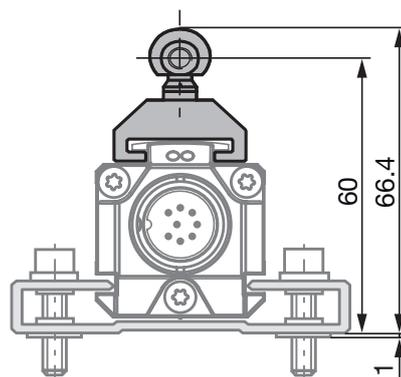
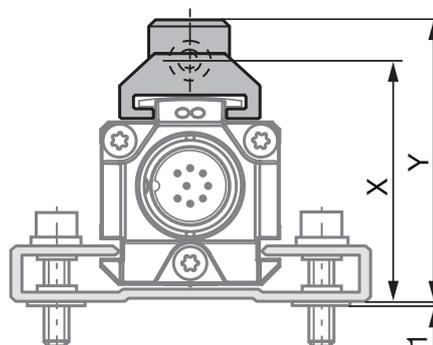
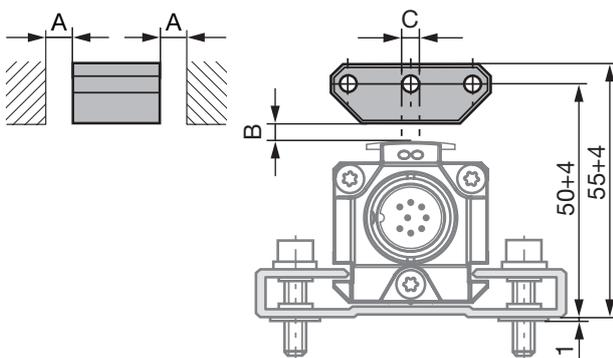
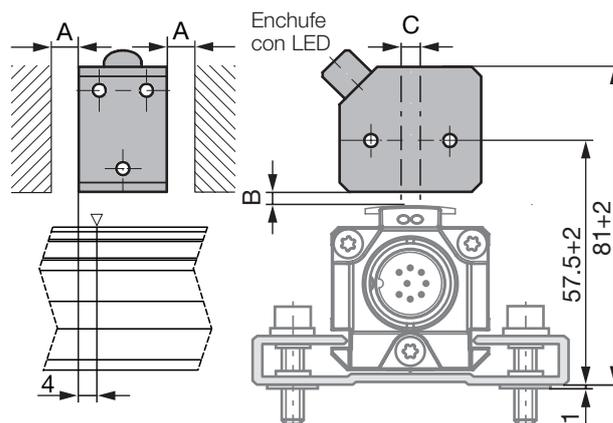

Fig. 4-1: Medidas y distancias con el sensor de posición BTL5-F-2814-1S
Fig. 4-3: Medidas y distancias con el sensor de posición BTL5-M/N-2814-1S
Fig. 4-4: Medidas y distancias con el sensor de posición BTL5-P-3800-2
Fig. 4-8: Medidas y distancias con el sensor de posición BTL5-P-4500-1 con generación eléctrica del campo magnético (24 V/100 mA)
i El BTL en construcción perfilada es apto tanto para sensores de posición libres, es decir, de funcionamiento sin contacto (véase de la Fig. 4-4 a la Fig. 4-8) como también para sensores de posición guiados (véase de la Fig. 4-1 a la Fig. 4-3).
- La distancia A entre el sensor de posición y las piezas de material imantable debe ser de como mínimo 10 mm (véase de la Fig. 4-4 a la Fig. 4-8).
- Para la distancia B entre el sensor de posición y el BTL y para el desplazamiento de centros C (véase de la Fig. 4-4 a la Fig. 4-8) se deben respetar los siguientes valores:
i La zona medible se desplaza 4 mm en la dirección del conector del BTL (véase la Fig. 4-8).